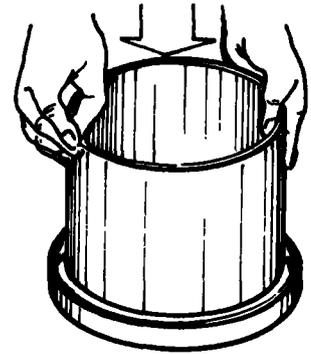

Fig.1
- a Aplique el cilindro sobre el disco.(fig. 1).